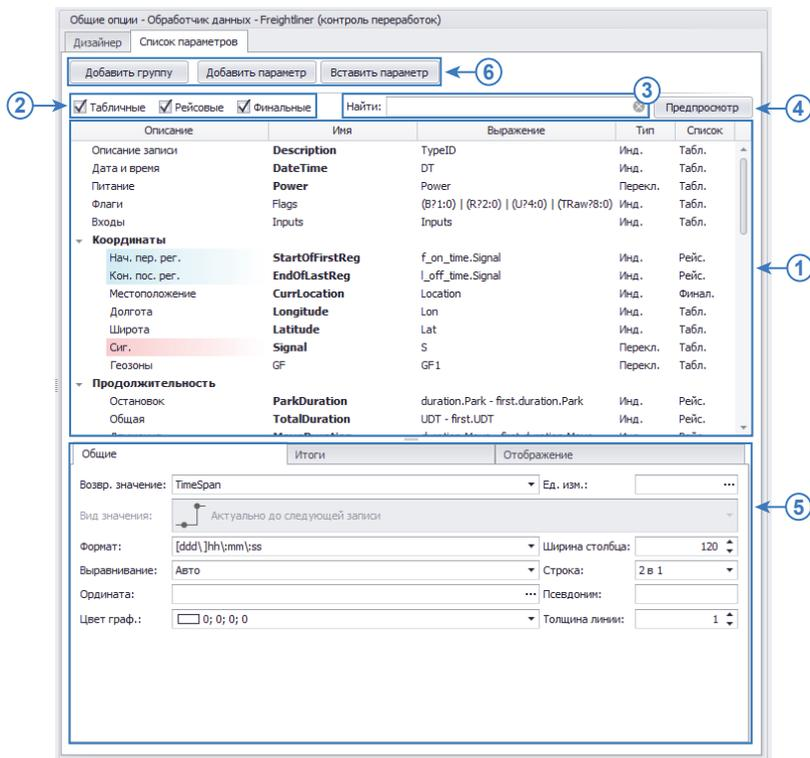

Рис.89. Список параметров.
Список параметров (Рис.89, п.1) приведен в табличном виде и содержит все стандартные параметры, добавленные через дизайнер параметров, пользовательские параметры и дополнительные параметры, добавляемые в обработчик данных для расчета стандартных параметров – параметров, добавленных через Дизайнер.
- При помощи фильтров «Табличные», «Рейсовые» и «Финальные» (**Рис.89, п.2**) пользователь может скрыть разные типы параметров в списке.
- Для удобства работы с большим списком параметров предусмотрен поиск по списку. Для поиска нужного параметра необходимо ввести имя этого параметра или описание в строку «Найти», расположенную над списком параметров (**Рис.89, п.3**).
- В режиме предварительного просмотра пользователь может посмотреть предварительный список параметров, обрабатываемых в программе. Для этого необходимо нажать кнопку «Предпросмотр» (**Рис.89, п.4**) в верхнем правом углу вкладки. В режиме предпросмотра показаны зависимости, выбранный цвет графика, ошибки, если параметры заданы неверно (например, если неверно задано выражение для расчета). Данная возможность позволяет проверить параметры на наличие ошибок и корректность логических выражений перед началом обработки данных.
- При выборе параметра в списке в нижней части вкладки отображаются настройки этого параметра (**Рис.89, п.5**). Настройки расположены на нескольких вкладках. Настройки определяются типом параметра, который задается в списке параметров в поле «Тип». В последующих параграфах более подробно рассмотрена настройка каждого типа параметров.
Добавить новый элемент в список можно с помощью кнопок «Добавить группу», «Добавить параметр» и «Вставить параметр» (Рис.89, п.6), расположенных в верхней части вкладки «Параметры».